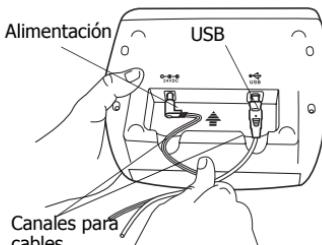

Figura 5
- 2 Inserte el adaptador de alimentación en el conector de alimentación situado en la parte inferior de la impresora. Ver Figura 5. Asegúrese de que están bien conectados.
- 1 Inserte el cable USB en el puerto USB situado en la parte inferior de la impresora. Ver Figura 5.